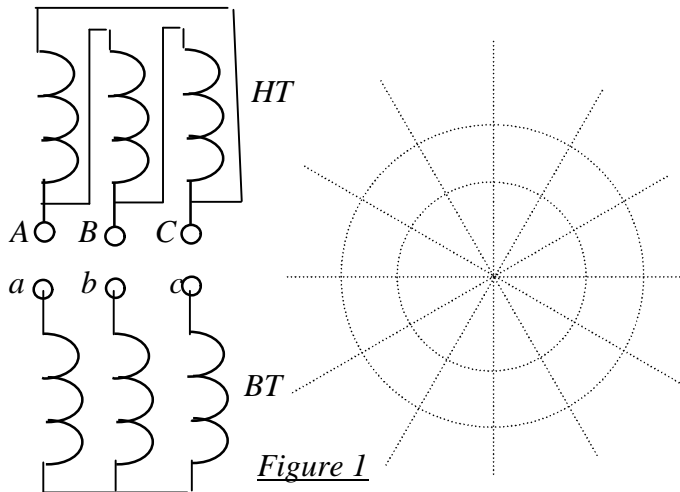

Figure 1
EXERCICE 3 : On donne les schémas des enroulements et les représentations vectorielles aux figures : 1 et 2 de deux transformateurs triphasés.
1. Dessiner pour la figure 1 la représentation vectorielle « horaire » ;